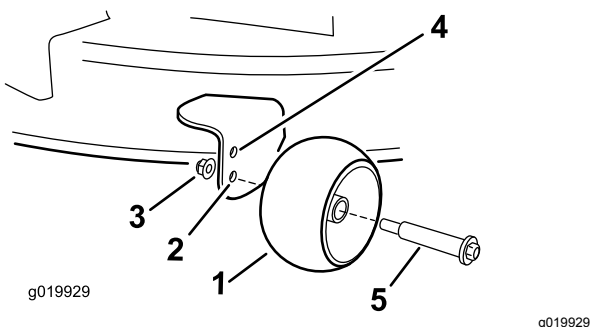

Figura 17
posición de altura de corte de 63 mm (2½") o menos (Figura 17).
- Taladro inferior – utilice esta posición cuando la carcasa de corte está en la posición de altura de corte de 76 mm (3") o más (Figura 17).